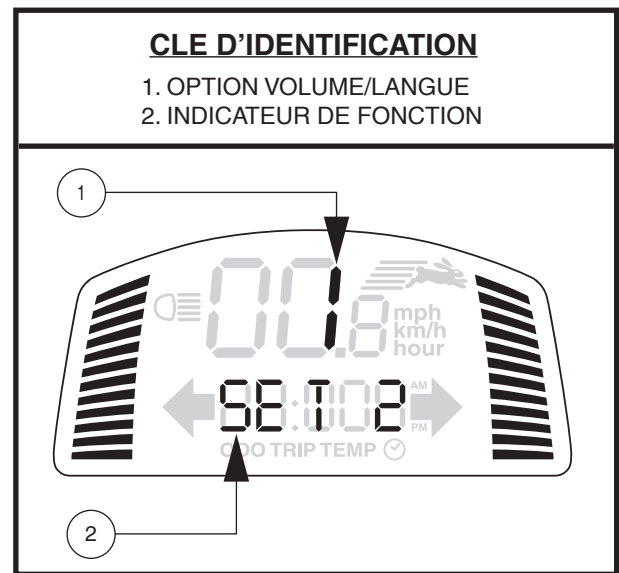

Figure 6. Contrôle du volume
*NOTE: Les clignotants sont programmés pour s'éteindre après 15 secondes. Un bip retentit aussi longtemps que les clignotants sont activés. Voir la figure 6 pour le contrôle du volume.*
Les clignotants, les feux de détresse, la basse tension et les messages d'erreur peuvent être réglés à la fois pour clignoter et pour bip. Le klaxon fonctionne par relais et son volume ne peut pas être réglé. **Voir la figure 6.**